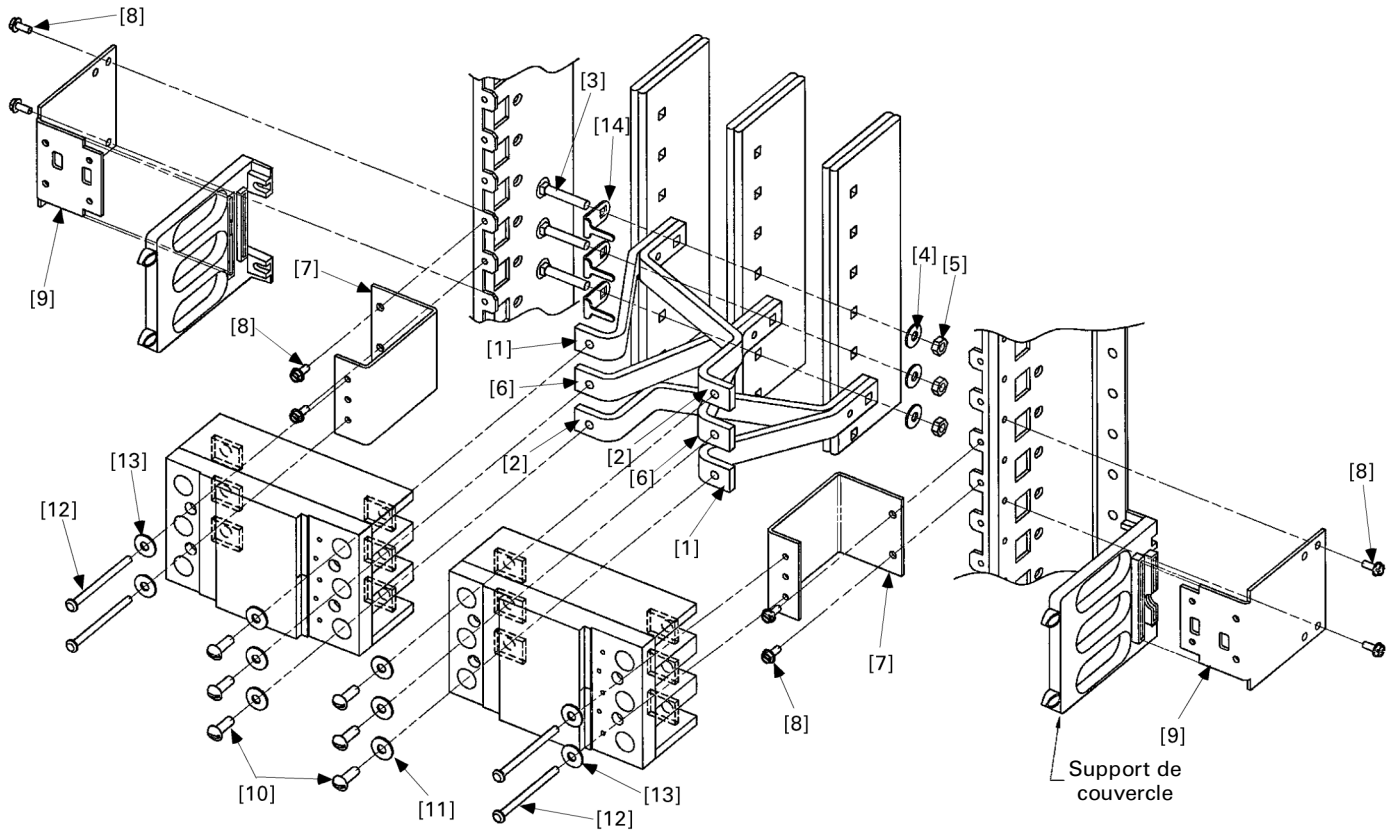

Figure 1. Montage de disjoncteurs TQD et THQD dans des intérieurs à boulonnage Spectra APNB.
3. Installer les barrettes de disjoncteur. S'il s'agit d'applications trois phases (kit AMCB6QD), débiter par l'installation de barrettes de disjoncteur ayant les pôles de phase A ou C, tel que montré aux Figures 1 et 2. Glisser une pièce antirotation [14] sur la tige carrée du boulon de carrosserie [3]. Insérer l'assemblage du boulon de carrosserie dans le trou carré approprié dans la barre omnibus, de manière à ce que la tige de la pièce antirotation s'ajuste sur le devant de la barrette. Placer les trous carrés de la barrette intérieure [2] et de la barrette extérieure [1] par-dessus le boulon de manière à ce que la tige de la pièce antirotation s'ajuste dans les petits trous sur les barrettes. Fixer l'assemblage à barre omnibus verticale avec une rondelle à ressort conique [4] et un écrou [5], laissant la connexion serrée lâchement. Répéter le processus pour les barrettes de pôle de centre [6] et les autres barrettes de pôle des extrémités [1, 2].
S'il s'agit de panneaux à phase simple, d'applications cc et de fins d'équilibrage des phases (kit AMCB4QD), la Table 2 liste les configurations possibles. Aligner les assemblages appropriés de barrettes [1, 2, 6] avec les trous correspondants dans la barre omnibus verticale, tel que montré aux Figures 1 and 2. Fixer lâchement chaque assemblage de barrette à la barre omnibus verticale avec un boulon de carrosserie [2], une rondelle conique [3], et un écrou [4], tel que décrit pour le kit trois phases. Lors de l'installation de toute configuration de barrette deux pôles dans la Table 2, assurez-vous d'installer les barrettes dans un ordre standard de rotation des phases. Lors de l'installation d'un disjoncteur deux pôles et d'un disjoncteur trois pôles dans un assemblage à double dérivation, mettre les barrettes dans une configuration type trois pôles, tel que montré à la Figure 1.
- 4. Installer les soutiens de montage de disjoncteur et les supports de couvercle.** Attacher les soutiens de montage de l'intérieur du disjoncteur [7] aux rails latéraux de panneau avec des vis autotaraudeuses [8], tel que montré à la Figure 1. Serrer les vis à 35 lb.-po. Glisser l'ouverture la plus élevée des supports de couvercle (fourni avec le kit de couvercle de disjoncteur), avec les onglets de montage orientés vers l'intérieur, sur les soutiens de montage de l'extérieur [9] jusqu'à ce qu'ils cliquent en place. Les supports de couvercle s'enlèvent facilement en insérant une lame de tournevis dans l'ouverture sur le côté de l'assemblage de soutien de montage et en tirant doucement vers le bas tout en poussant pour retirer le support. Installer les assemblages complétés de soutien de montage extérieurs sur les rails latéraux de panneaux avec des vis autotaraudeuses [8], tel qu'illustré à la Figure 1. Serrer les vis à 35 lb.-po.